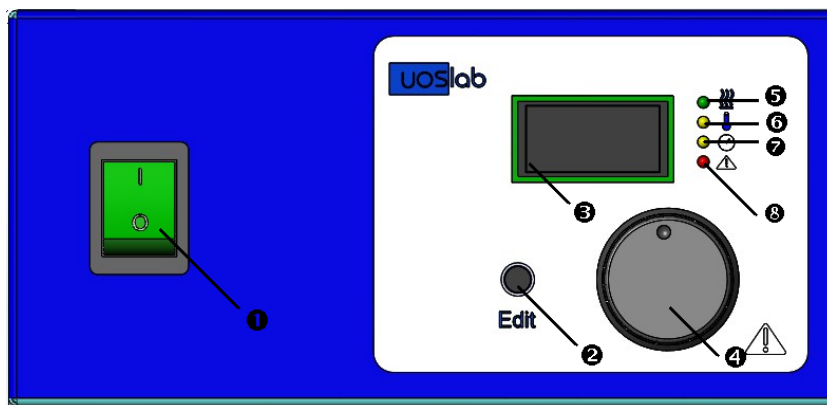

Рис. 1
- 5.1.1. Шафа оснащена двома електронними контролерами, кожен з яких містить цифровий дисплей, індикатор нагріву, кнопку переходу в режим редагування програми, регулятор з кнопкою (рис. 1):